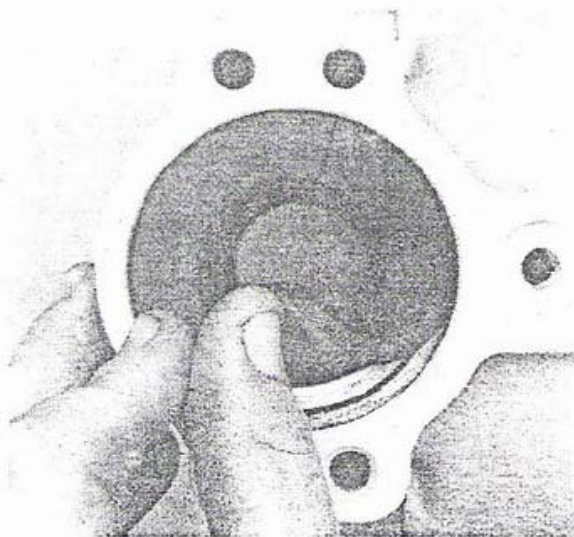

图 23
18. 打开上部凸缘（图 23），把液管的上部和下部都对齐到中心点。